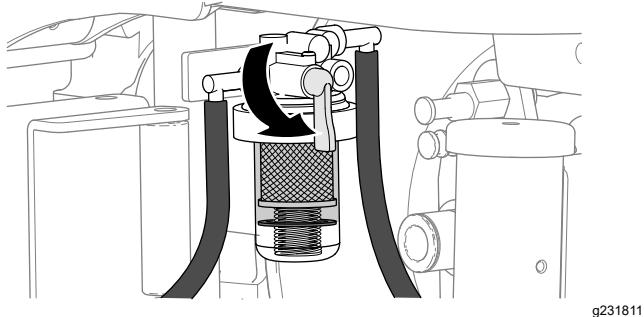

図 70
2. 水セパレータ用の燃料バルブを閉じて CLOSED 位置にする図 70。